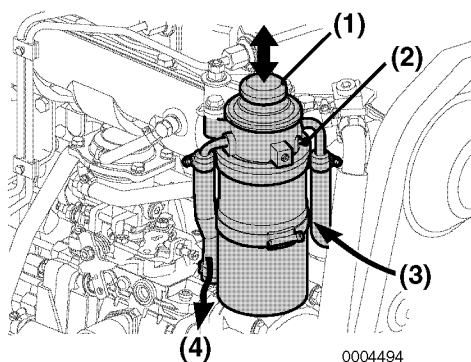

Figura 6
3. Solte o parafuso de purga de ar (**Figura 6, (2)**) em duas ou três voltas.
4. Empurre a bomba de injeção para cima e para baixo (**Figura 6, (1)**) para libertar o ar do parafuso de purga de ar.